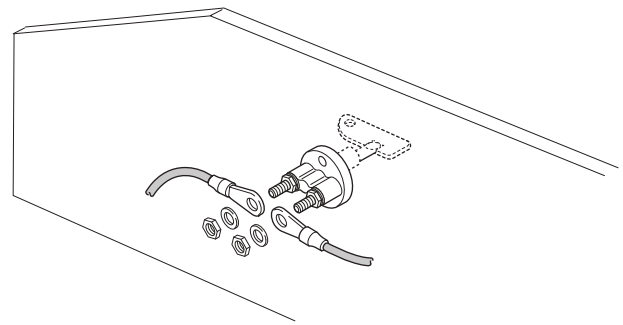
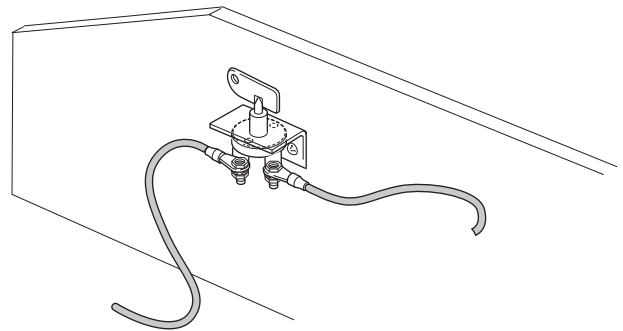

Fig. 42
Fig. 43
- ▶ Selezionare un'opzione di montaggio adeguata per lo staccabatteria (vedere esempi di montaggio (Fig. 42) (Fig. 43)).